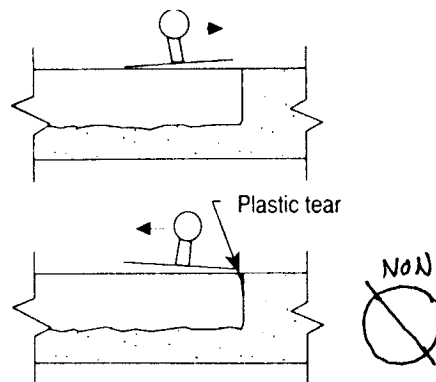

Fig 3.27 - Technique d'application d'un mortier à la truelle
- La finition de surface doit être effectuée en arasant le matériau de réparation avec un **mouvement qui va du centre vers le périmètre** de la surface à réparer (Fig 3.27).